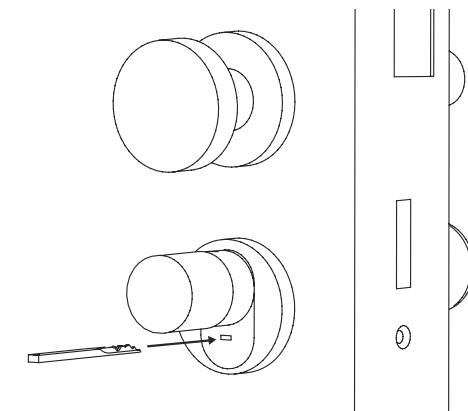

Fig. 11
- 1 Para abrir la cerradura, despliegue la llave de seguridad por la articulación e introdúzcala a continuación por la ranura indicada en la cubierta de la cerradura de emergencia (Fig. 11).